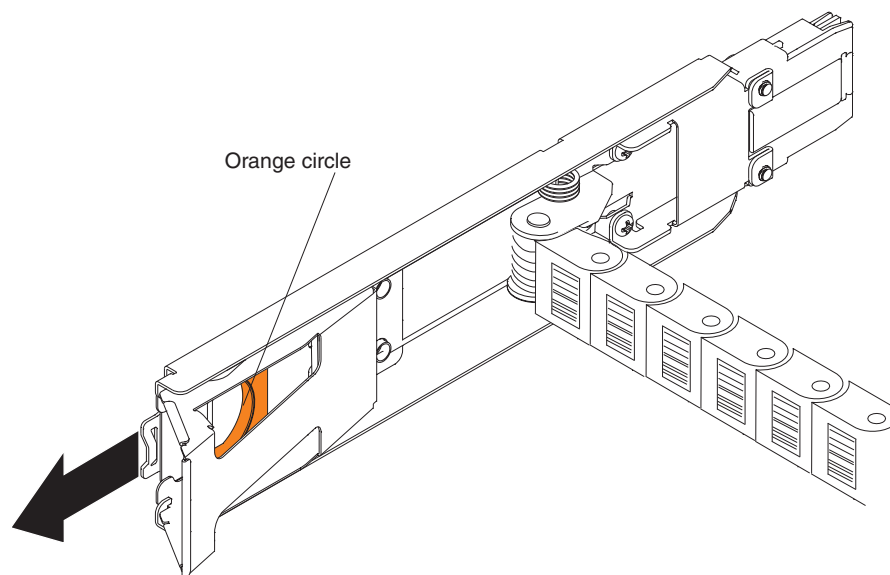

Figura 56. Suporte de montagem vertical que se conecta ao midplane
- c. Desconecte o suporte de montagem da cadeia de cabos direita do midplane. Insira o dedo no círculo laranja (consulte a Figura 56 na página 123) e puxe o suporte de montagem completamente para fora do gabinete de expansão de armazenamento. Se necessário, use uma lanterna para ver o círculo laranja.